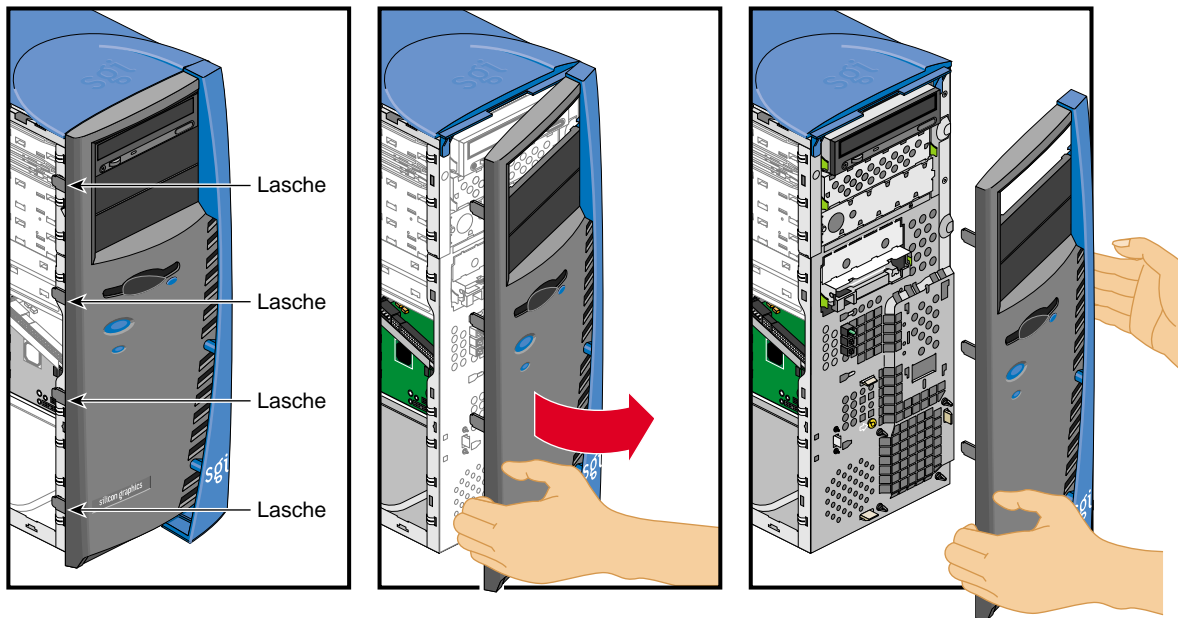

Abbildung 2-2 Abnehmen der Frontblende
- b. Lösen Sie die vier Laschen an der Seite der Frontblende, indem Sie sie vorsichtig aus dem Gehäuse heben und gleichzeitig die Frontblende vom System fort ziehen. Abbildung 2-2 veranschaulicht das Vorgehen.